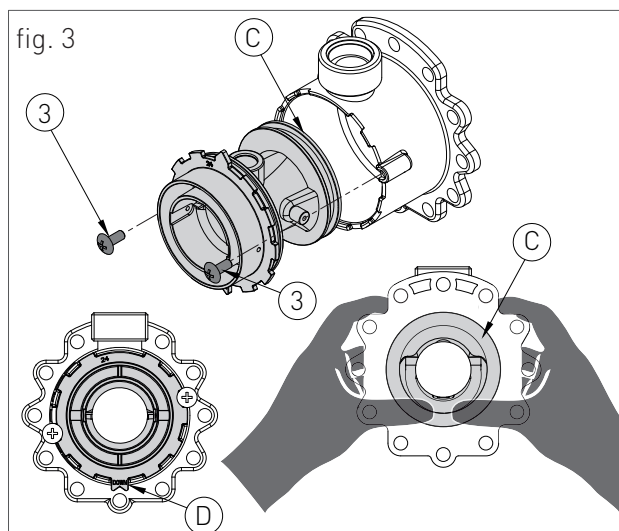

fig. 3
- › Scoateți cele două șuruburi „3” (fig.3) și apăsați pe partea din spate a venturii „C” (fig.3);
- › Înlocuiți venturiul corpului cu cel potrivit pentru tipul de gaz de alimentare (cod. 30-00124 pentru metan/ cod. 30-00170 pentru GPL) și asigurați-vă că dinte „D” (fig.3) este reglat în jos pe piuliță cu inel din aluminiu (vezi fig.3);